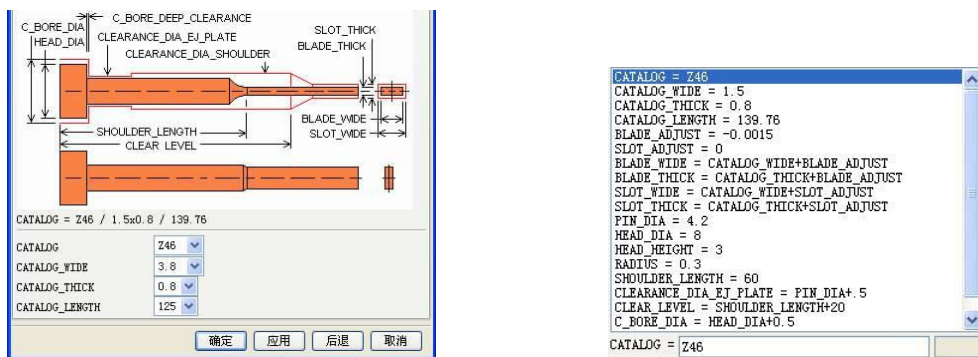

图7-105
10. 在【注塑模向导】工具条中单击【标准件】按钮，弹出【标准件管理】对话框。在【目录】和【分类】下拉列表中选择【HASCO_MM】和【Ejection】选项，并选择顶针类型为“Ejector Blade (Z46, Z465)”，然后设置扁顶其他参数，如图 7-105 所示。